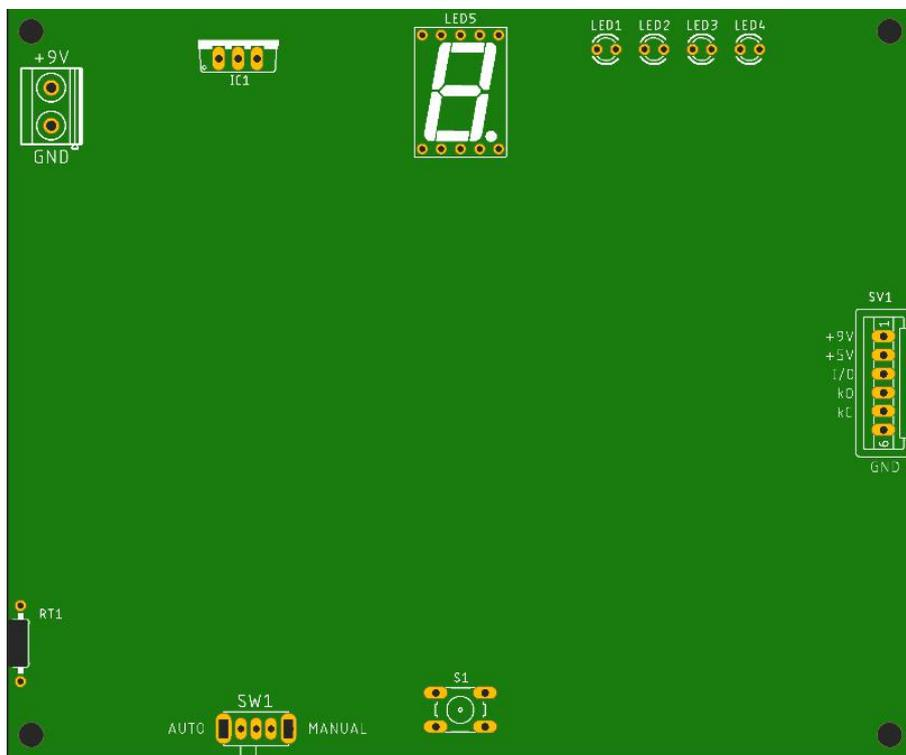

图 2 指定元件布局图
中部，热敏电阻 RT1 位于板左侧靠下位置，电源插座 X1、IC1 和 LED1-4 按图示意位置布局，具体尺寸不做要求，但位置关系不能设计错，如图 2 所示。
- 除图 2 中要求的元件，其他元件的位置需要根据最佳实践规范自由摆放;